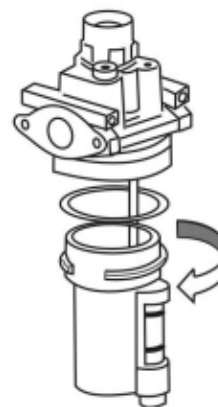

Abb.33
- Überprüfen Sie regelmäßig den Ölstand im Sprühgerät. Wenn der Ölstand nicht die zweite Linie erreicht, füllen Sie L-HM46 nach (Abb.33).